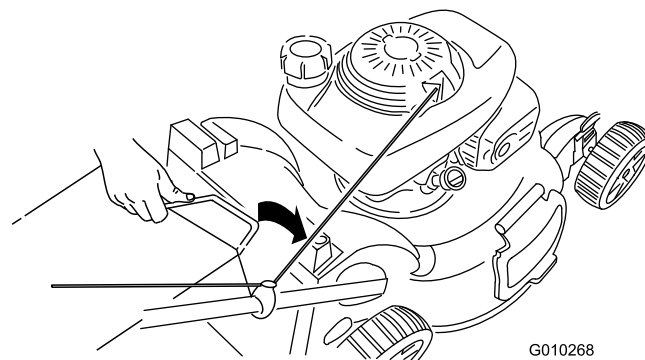

**Figura 26**
2. Avvolgete il cavo di avviamento attorno al guidacavo inferiore (Figura 26).